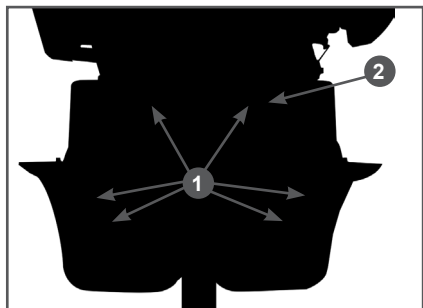

Рис. 23 Снятие передней крышки рамы
3. Открутите болты 1 крепления (6 шт.) и снимите переднюю крышку 2 рамы (Рис. 23).
Для визуального доступа к пружине троса сцепления необходимо снять переднюю крышку рамы (Рис. 23).